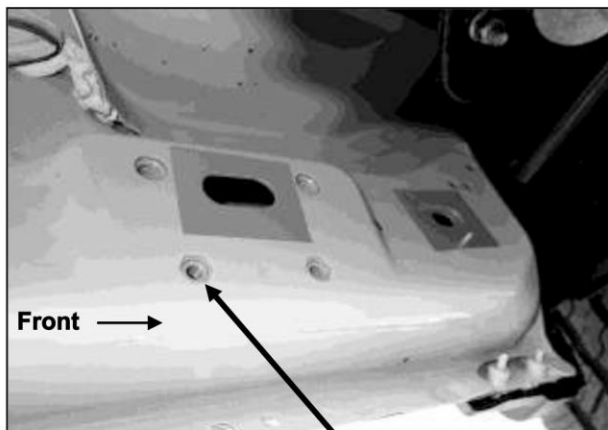

Bild 9
- Befestigen Sie die Halterung für vorne an den Gewindeeinsätzen. Verwenden Sie hierfür (2x) 8mmx30mm Sechskantschraube, (2x) 8mm Sicherungsscheibe und (2x) 8mm U-Scheibe **(Bild 9 & 10).** Ziehen Sie die Schrauben nur handfest an!